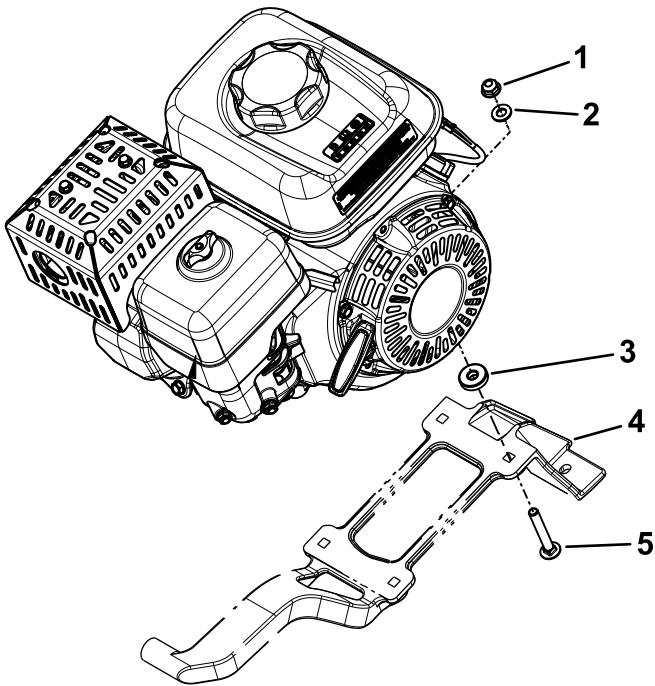

Figura 2
1. Utilizzate 4 bulloni, 4 rondelle, 4 distanziali e 4 dadi per fissare il motore alla relativa base (Figura 2).